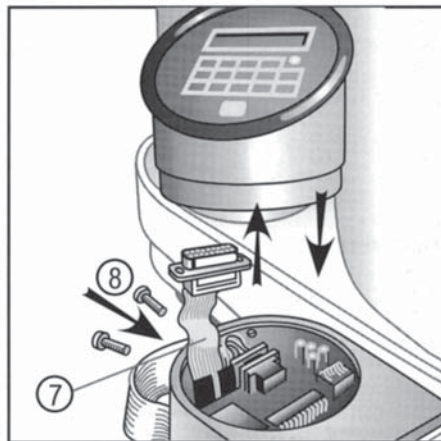

Fig 5
L'imprimante Multicast est reliée par une interface spéciale ⑪ au Multicast compact et elle est solidement vissée au boîtier. Veuillez observer à cet effet les instructions de montage séparées. L'imprimante est préparée pour recevoir l'élément de commande (Fig. 5). A l'aide de l'interface séquentielle ⑪ il est également possible de connecter au Multicast les imprimantes d'usage dans le commerce, compatibles avec ASCII et avec connexion séquentielle.